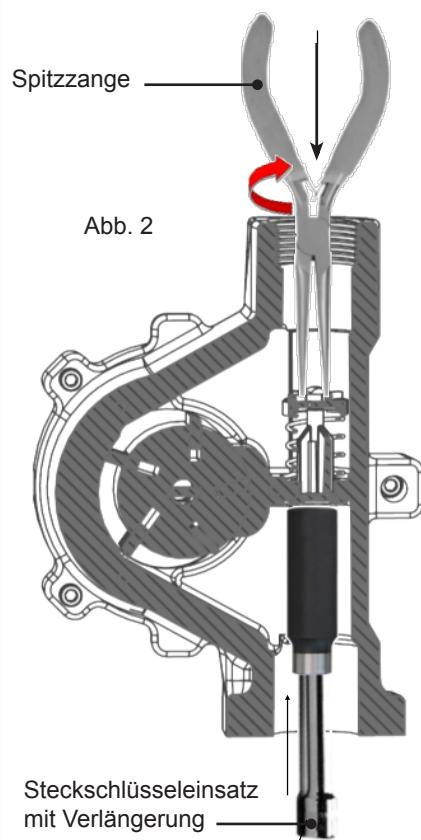

Abb. 2
2. Den Tankadapter (mit dem Saugrohr) in den Tankflansch schrauben; das Gewinde mit einem geeigneten Dichtmittel flüssigkeitsdicht abdichten (Abb. 2).
2. Mit einem ca. 10 cm (4 Zoll) langen stumpfen Werkzeug (beispielsweise einem Steckschlüsselleinsatz mit Verlängerung) in der Einlassöffnung das Bypassventil fest gegen seinen Sitz auf der Dichtung drücken (Abb. 2).
3. Das Bypassventil mit dem Steckschlüssel fest andrücken und eine Spitzzange (mindestens 10 cm [4 Zoll] lang) in die Auslassöffnung einführen und den Bypassventilhalter anfassen (Abb. 2 und 3).
4. Den Bypassventilhalter etwas nach unten drücken und um 90 Grad nach links drehen. Dadurch wird der Schlitz im Halter auf die Passfeder im Ventil ausgerichtet und der Halter kann entfernt werden (Abb. 2 und 3).